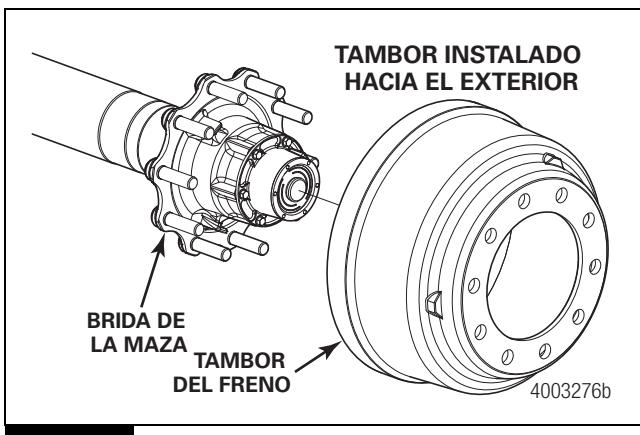

Figura 9.10
- Tambores instalados hacia el exterior:** En esta configuración, el tambor del freno se instala hacia el exterior de la brida de la maza. Así, la maza puede permanecer en su sitio cuando se retira el tambor del freno. La principal ventaja de este diseño consiste en que los cojinetes de extremo de rueda, los sellos y el lubricante pueden permanecer en su sitio durante el mantenimiento del freno. Figura 9.10.